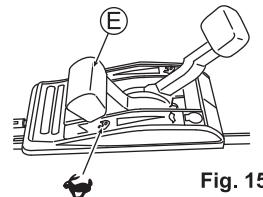

Fig. 15
2. Coloque a alavanca do acelerador (E) em "▷" para começar a cortar. (Veja a fig. 15)